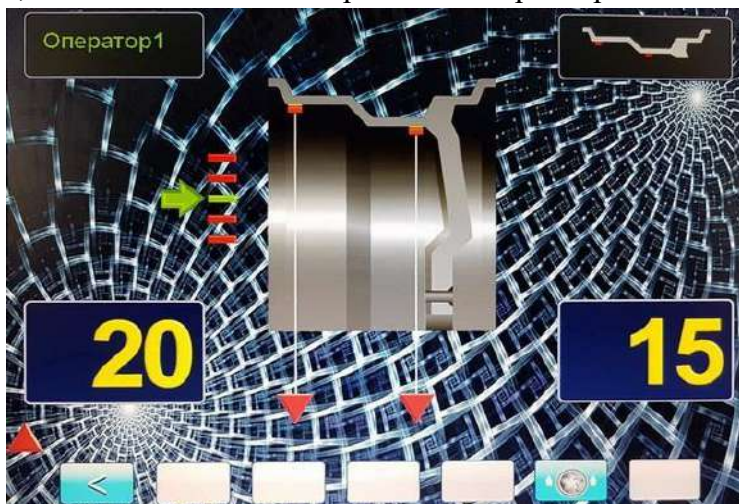

Рис. 13.1
13.1. Как было отмечено выше, ошибки ввода геометрических параметров колеса «А» и «В» приводят к неточному разделению величины дисбаланса по плоскостям коррекции и затрудняют процесс балансировки. Такие же ошибки возникают и при неточной установке корректирующих грузов, особенно клеящихся, когда положение груза определяется оператором на глаз. Для исключения указанных ошибок предназначен режим установки клеящихся корректирующих грузов с помощью рукоятки выдвижной штанги (рис. 13.1).
заменяется на экран установки грузов (рис.13.1). При этом колесо автоматически приводится в положение установки груза на 12 часов в плоскости, которая установлена в параметре «Приведение» (см. раздел 18 «Установка настроек станка»). В нижней части экрана появится изображение трёх красных стрелок в виде треугольников. Нижний смотрящий вверх перемещается вместе с выдвижением штанги, два другие отмечают места установки грузов.